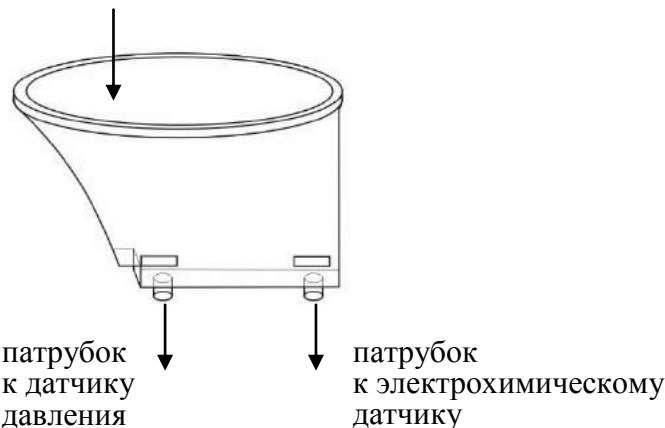

Рисунок 3 – Мундштук-воронка
1.4.16 Многоразовый мундштук-воронка (рисунок 3) формирует поток выдыхаемого воздуха для отбора пробы в режиме скринга.